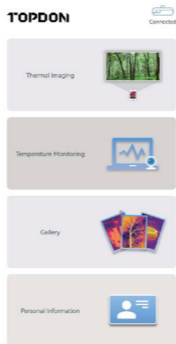

Figure 3.1.3
3. Lancez l'application TC002. L'icône dans le coin supérieur droit de l'écran d'accueil sera affichée comme « **Connecté** » (Voir la figure 3.1.3)